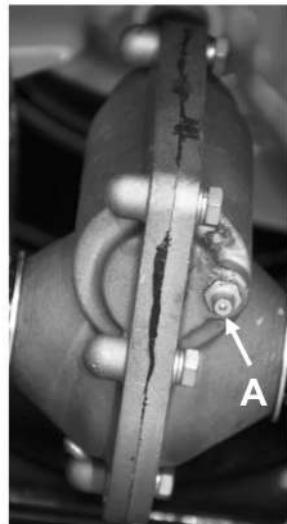

Рис. 43
Добавляйте смазку в редуктор через масленку (A) каждые 50 часов работы (Рис. 43).